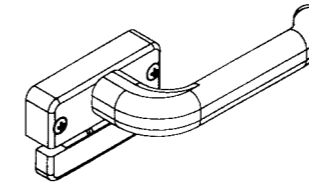

Fig. 2
4. Fixer la plaque en vissant les vis M5x20, fournies avec le dispositif, dans les trous A (Fig. 2) pour les cotes 6,5 mm ou 10 mm, ou dans les trous B (Fig. 2) pour la cote 13 mm.
4. Sujetar la patilla con los tornillos M5x20 suministrados, utilizando los orificios A (fig. 2) para el taladrado a 6,5 ó a 10 mm, o bien los orificios B (fig. 2) para el taladrado a 13 mm.
4. Die Platte mit den mitgelieferten Schrauben M5x20 befestigen; bei Maß 6,5 mm oder 10 mm die Bohrungen A (Abb. 2) bzw. bei Maß 13 mm die Bohrungen B (Abb. 2) verwenden.